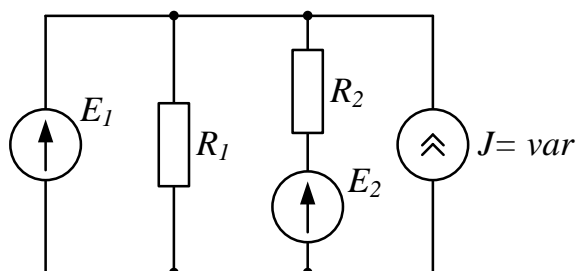

Рис. 2
2. Проанализировать влияние тока источника тока  $\mathfrak{J}$  на токи ветвей схемы (рис. 2).